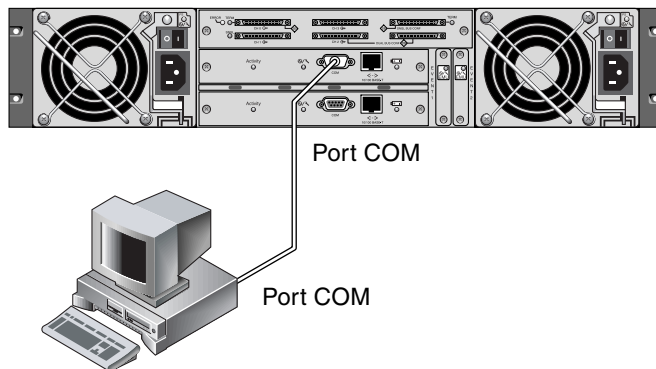

FIGURE E-1 Port COM d'une baie RAID connecté localement au port COM d'une station de travail ou d'un terminal informatique
1. Connectez le port COM de la baie de disques RAID au port série d'une station de travail Solaris (voir la FIGURE E-1).